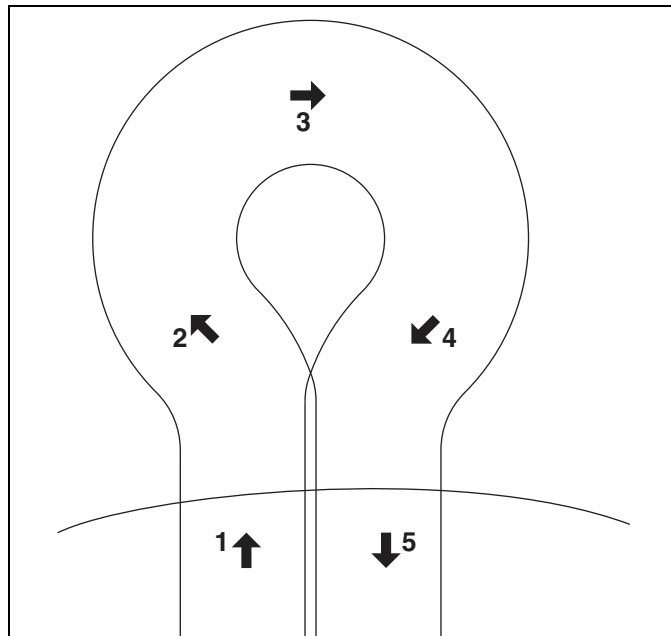

Figura 6E
- e. Para girar a la derecha, gire el cortacésped ligeramente a la izquierda (**2**). Cuando el cortacésped se haya movido alrededor de la mitad de su propia anchura a la izquierda, gírelo rápidamente a la derecha (**3 y 4**), guiándolo con la mano derecha. Este método permite girar rápidamente en pocos pasos. [Figura 6E]